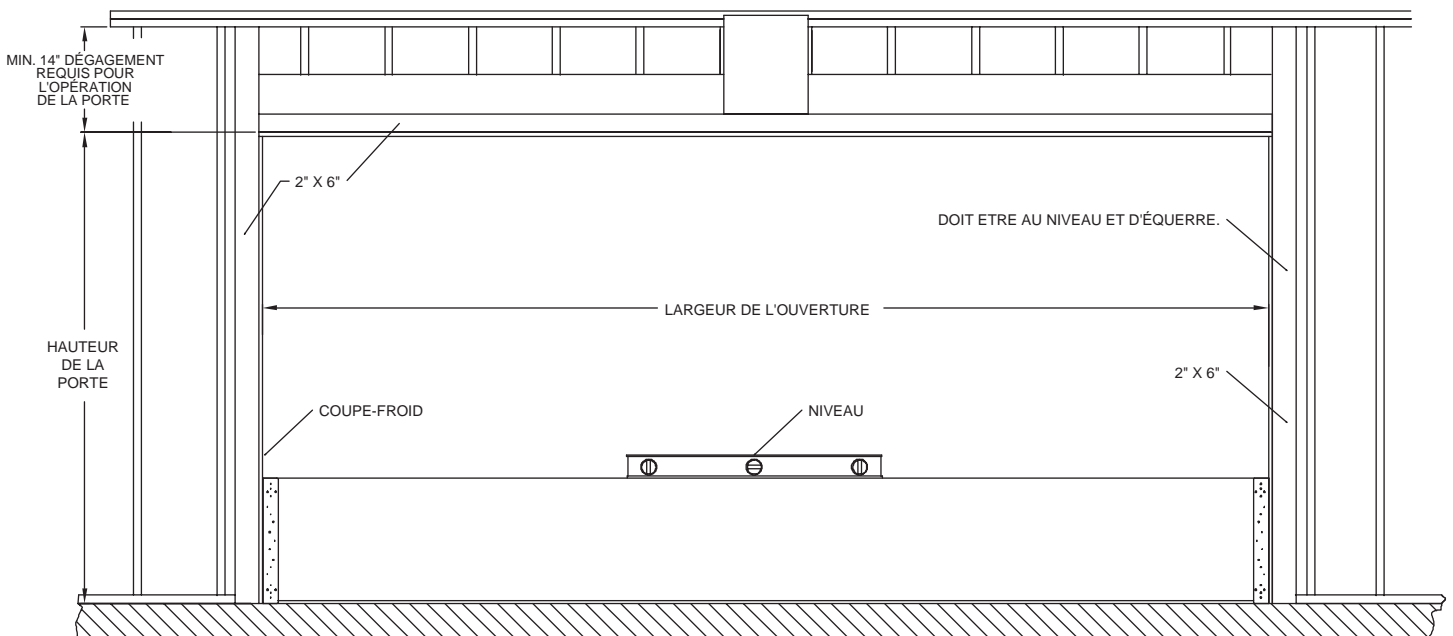

FIGURE 1
1) Assurez-vous que les dimensions de l'ouverture correspondent bien à celles de la porte. Veuillez assurer que le linteau de cadre affleure, sur le même plan, le jambage d'ouverture et que les montants soient perpendiculaires, de niveau et d'équerre. Vérifiez l'espace de dégagement au-dessus et en arrière de la porte afin d'avoir l'espace requis pour l'opération de la porte, voir fig.1.